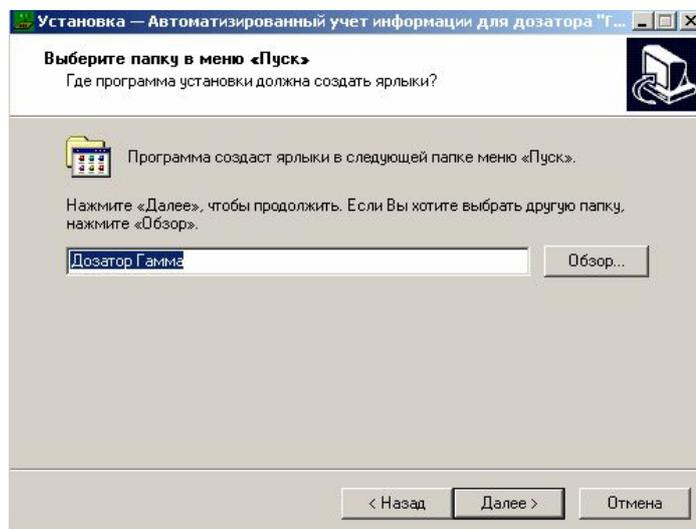

Рис. 4
2.4 Окно установки будет выглядеть следующим образом (рис. 4)